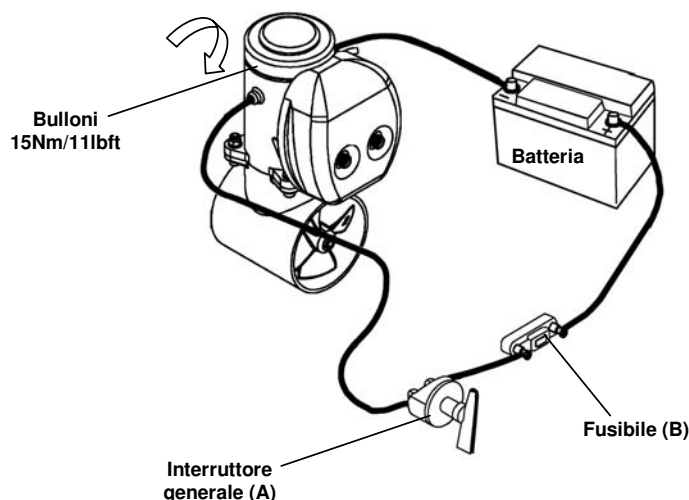

Fig. 28
Un **interruttore generale (A)** in grado di portare il carico senza caduta di tensione apprezzabile deve essere installato sul positivo principale, in modo tale che sia possibile escludere il propulsore indipendentemente dal resto del carico quando non c'è nessuno a bordo o in caso di emergenza. Questo deve essere installato in un posto facilmente accessibile e nelle istruzioni della imbarcazione deve essere spiegato che esso deve essere spento al pari degli altri interruttori generali dell'imbarcazione (Fig. 28).
Serrare i bulloni M8 con una coppia di 15Nm/11lbf (Fig. 28).